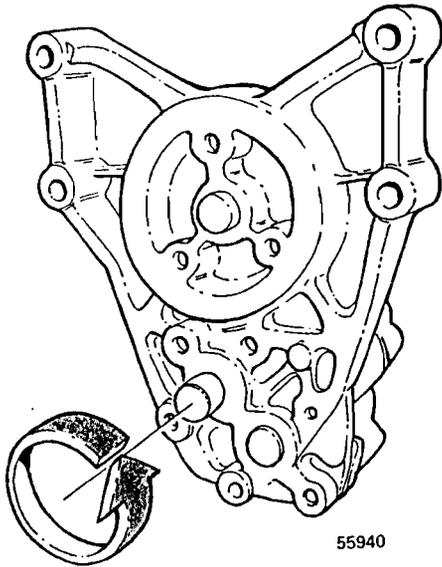

Fig. 212
- 17 Montar el cuerpo de bomba posterior (9). Apretar los cuerpos de bomba a la consola. Par de apriete: 22 Nm. Girar una vuelta completa el eje de la bomba y controlar que las ruedas de bomba pueden girar fácilmente y que las ruedas engranan entre sí, véase fig. 212.